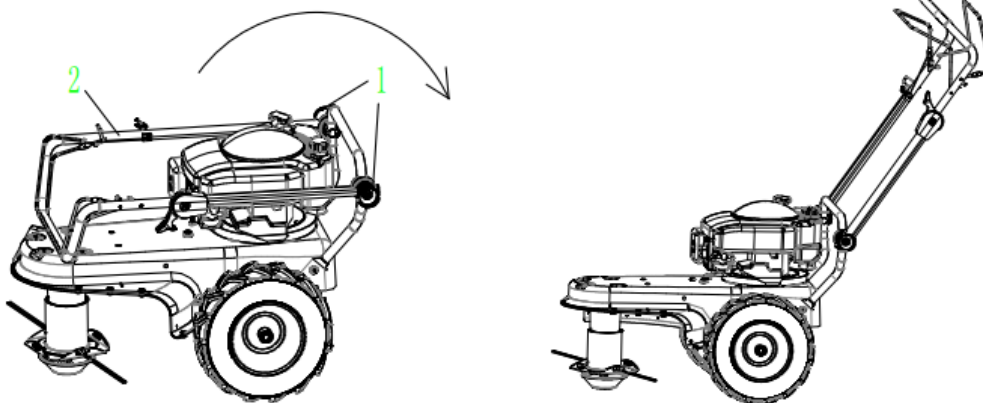

Figura 1 (1: Pomo; 2: Manillar).
1. Suelte la perilla del manillar y girelo en la dirección que se muestra en la figura hasta que alcance la altura adecuada. Apriete la perilla nuevamente. (Figura 1)